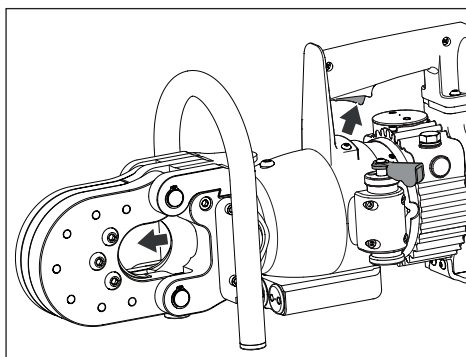

Abbildung 6, Kolben ausfahren
- Drücken Sie bei Richtungshebel in Position 1 den Abzugshebel, und halten Sie diesen gedrückt, um den Kolben auszufahren, und das bewegliche Messer nach vorn zu bewegen. Siehe Abbildung 6.